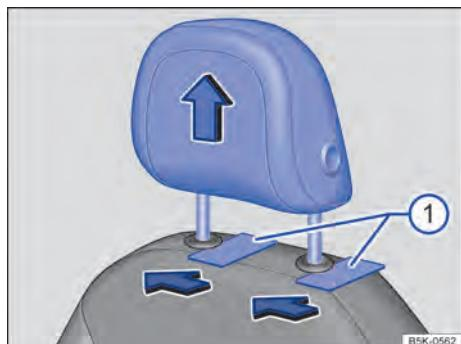

Fig. 40 Apoio para cabeça dianteiro: remover
- Para desbloquear, empurrar um objeto chato, por exemplo, cartão de plástico, entre o revestimento do encosto do banco e as capas de cobertura das barras guia do apoio para cabeça → Fig. 40 ①, enquanto uma segunda pessoa puxa totalmente para baixo apoio para cabeça. Dependendo da versão, pode ser suficiente destravar somente a barra guia esquerda.